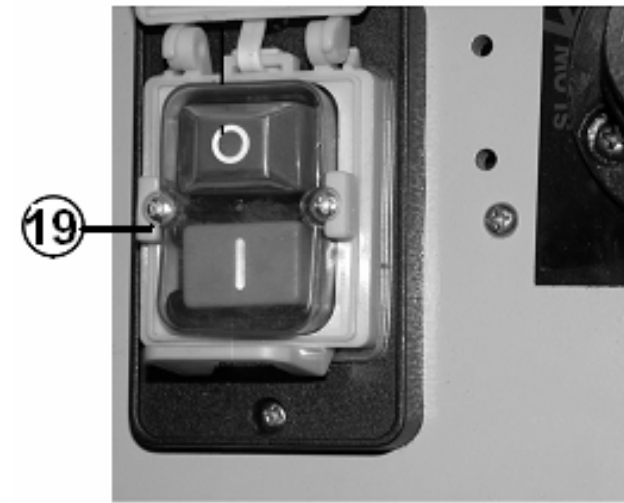

Рис.10
9. ПРИНЦИП РАБОТЫ**9.1. Включение (Рис. 10)**